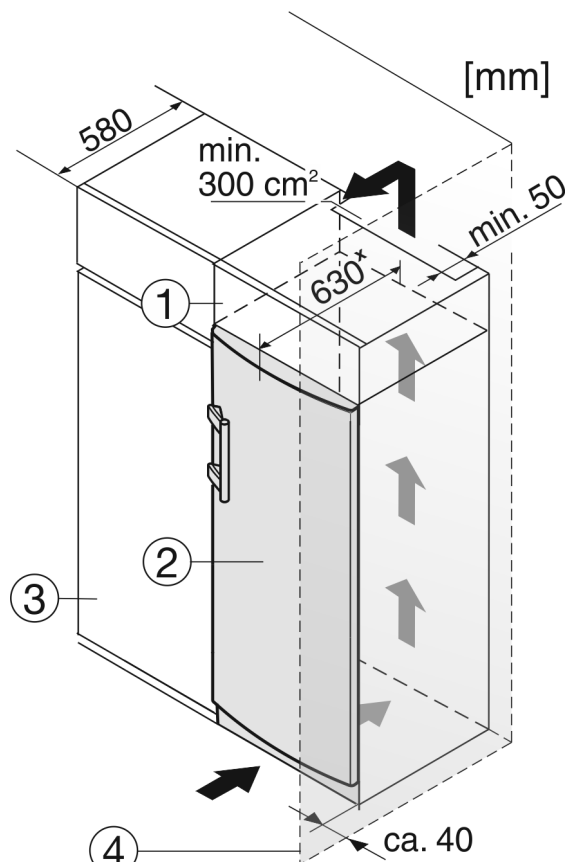

Fig. 11
Устройство может быть окружено предметами кухонной обстановки. Чтобы уравнять устройство *Fig. 11 (2)* по высоте с кухонной стенкой, можно установить над устройством соответствующий дополнительный шкафчик *Fig. 11 (1)*.
При комбинировании с кухонными шкафами (глубина макс. 580 мм) устройство можно установить непосредственно рядом с кухонным шкафом *Fig. 11 (3)*. Устройство выступает сбоку на 34 мм\* и по центру на 50 мм\* относительно передней стенки кухонного шкафа.
Если устройство установлено на шарнирах у стены *Fig. 11 (4)*, то расстояние между устройством и стеной должно быть не менее 40 мм. Настолько выступает ручка при открытой двери.